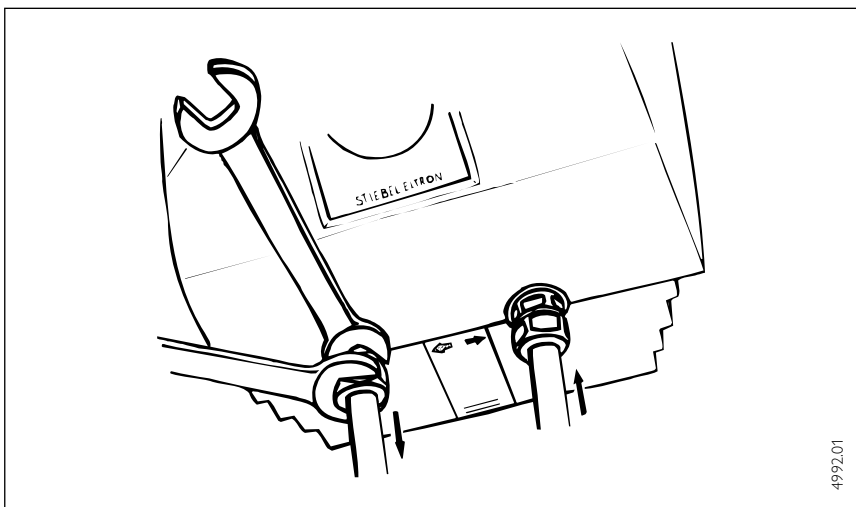

Abb. 8/ Fig. 8/Afb. 8
- Speicher senkrecht, Wasseranschlüsse nach unten (Abb. 8).
- Boiler vertical, water connections down (Fig. 8).
- Installer le chauffe-eau à la position verticale, raccords hydrauliques vers le haut (Fig. 8).